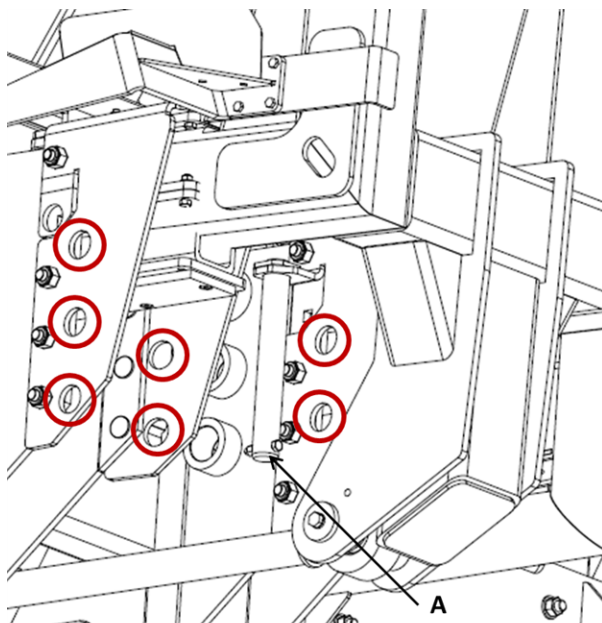

Figure 4 – Fixation du bras de chargement
Il est important de fixer le bras de chargement en position relevée pour éviter qu'il ne bouge pendant le déplacement. Pour ce faire, placez la tige de blocage (A) (illustrée dans son rangement dans la Figure 4) sous le bras, dans deux des trous situés sur l'un ou l'autre des supports d'attache du bras.
6. Retirez la tige de blocage derrière le bras de chargement (voir la Figure 4).